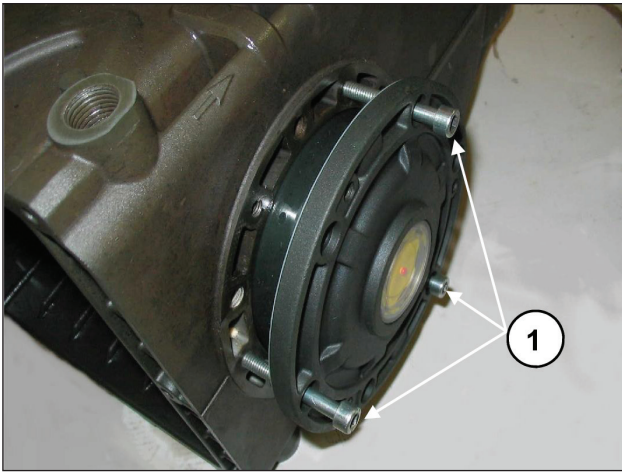

Fig. 8
Antes de montar as coberturas laterais, certifique-se da presença dos anéis circulares de estanqueidade em ambos os anéis de calço somente sobre a cobertura lateral da luz-piloto. Para facilitar a entrada da primeira seção e o relativo inserimento das tampas no cárter, é aconselhável o uso de 3 parafusos M6x40 parcialmente roscados, (Fig. 8, pos. ①) para depois completar a operação com os parafusos fornecidos (M6x18).